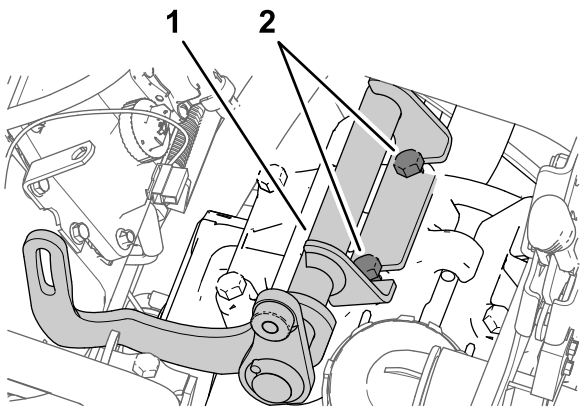

图 176
- 如果交流发电机支架放置在步骤 1 中松开的两个螺栓与泵头之间 图 176。